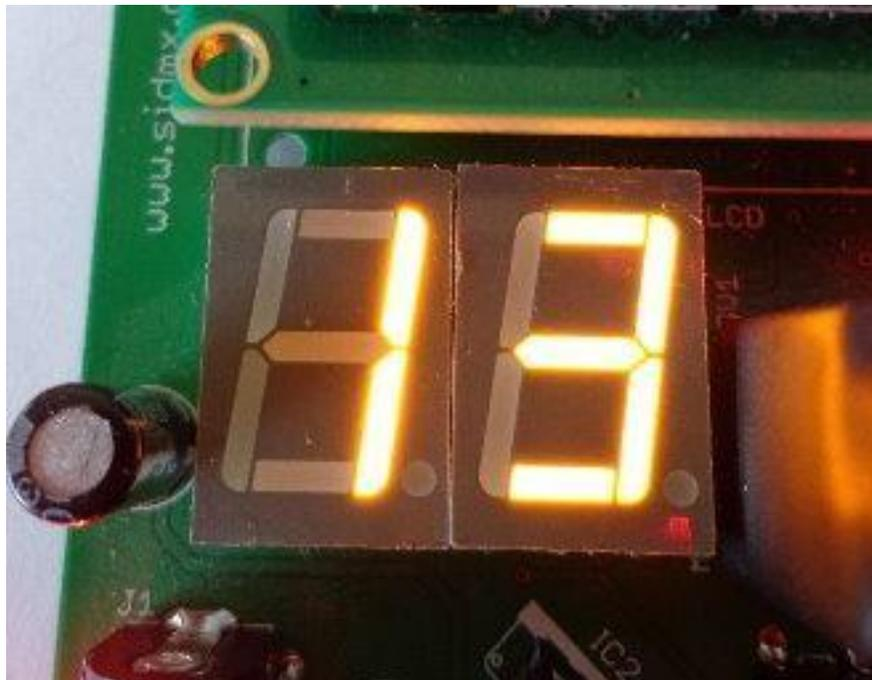

Figura 2.15 Número en los dos displays
3. Repetir el paso 1 y 2 más de 30 veces por segundo y con eso basta para poder observar los dos números, tal y como se observa en la figura 2.15.